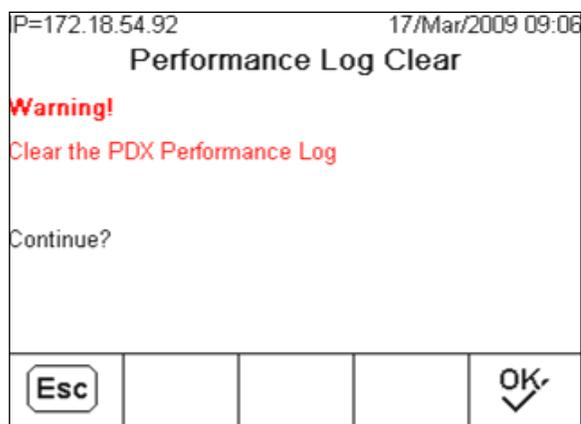

Figure C-46 : Écran d'effacement du journal des performances PDX
- Appuyez sur la touche programmable **CLEAR C** pour effacer les enregistrements du journal et réinitialiser le fichier journal. Un écran d'avertissement s'affiche (Figure C-46), demandant une vérification. Appuyez sur la touche programmable **ÉCHAPPER (Esc)** pour annuler l'opération ou sur la touche programmable **OK** pour la confirmer.